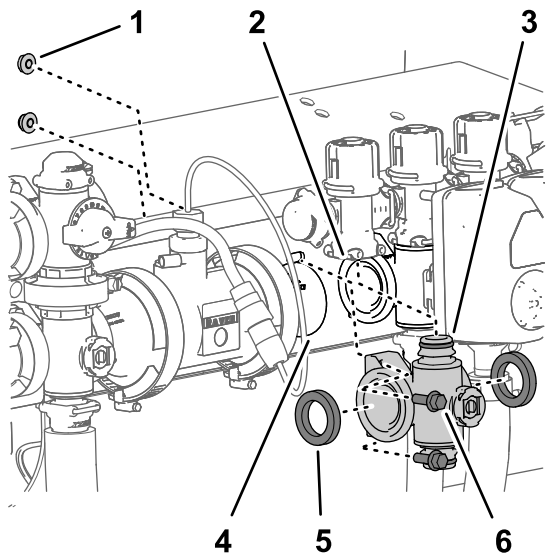

图 127
- 对于左或右喷洒臂段阀歧管应松开将该喷洒臂段阀歧管固定至阀支架的 2 个凸缘头螺栓  $\frac{1}{4} \times \frac{3}{4}$  英寸和 2 个凸缘锁紧螺母  $\frac{1}{4}$  英寸 图 127。
5. 向下移动喷洒臂段阀歧管和垫片使之与喷洒臂段旁通阀分开然后再离开机器图 127。